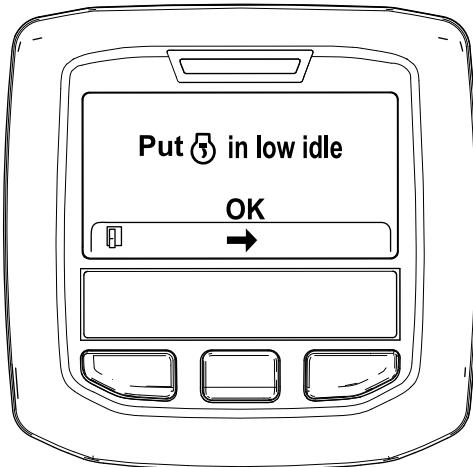

Figura 46
6. Mueva el control del acelerador en RALENTÍ BAJO y pulse el botón central (Figura 46).